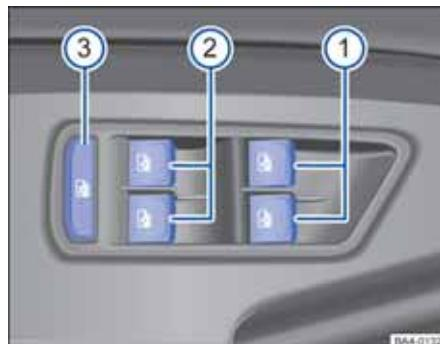

图 46 在驾驶员侧车门内：前部和后部车窗升降器的按钮。
⇒ 图 46 的图例：
安全按钮⇒图 46③ 停用后车门内的车窗升降器按钮。这时按钮中的黄色指示灯亮起。